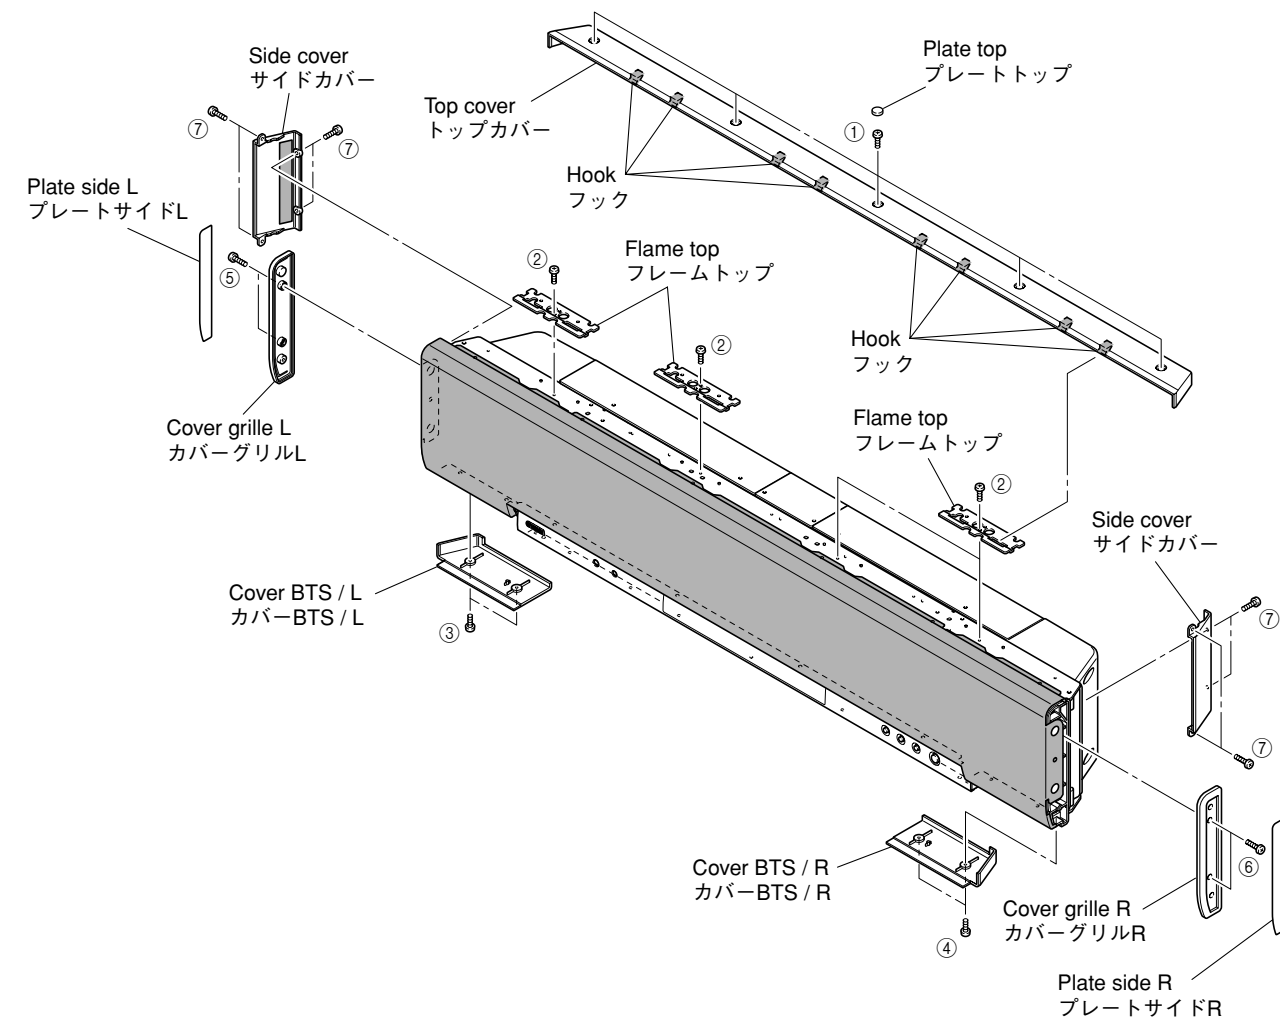

Fig. 1
- b. Lift up the rear of the top cover a little and after removing 8 hooks, remove it rearward. (Fig. 1)
- * To install the top cover, be sure to install 8 hooks at the front first and then install 5 screws (①). (Fig. 1)
- c. Remove 4 screws (②) and remove 4 top frames.
- d. Remove 2 screws (③) and then remove the cover BTS/L. (Fig. 1)
- e. Remove 2 screws (④) and then remove the cover BTS/R. (Fig. 1)
- f. Remove the plate side L. (Fig. 1)
- g. Remove the plate side R. (Fig. 1)
- h. Remove 2 screws (⑤) and then remove the cover grille L. (Fig. 1)
- i. Remove 2 screws (⑥) and then remove the cover grille R. (Fig. 1)
- j. Remove 8 screws (⑦) and remove 2 side covers. (Fig. 1)
- a. プレートトップを外し、①のネジ5本を外します。(Fig. 1)
- b. トップカバーの後ろを少し持ち上げ、フック8ヶ所を外し、後方へ取り外します。(Fig. 1)
- * トップカバーを取り付ける場合は、必ず前方のフック8ヶ所から取り付け、次に①のネジ5本を取り付けてください。(Fig. 1)
- c. ②のネジ4本を外し、フレームトップ4個を取り外します。
- d. ③のネジ2本を外し、カバーBTS/Lを取り外します。(Fig. 1)
- e. ④のネジ2本を外し、カバーBTS/Rを取り外します。(Fig. 1)
- f. プレートサイドRを取り外します。(Fig. 1)
- g. プレートサイドLを取り外します。(Fig. 1)
- h. ⑤のネジ2本を外し、カバーグリルLを取り外します。(Fig. 1)
- i. ⑥のネジ2本を外し、カバーグリルRを取り外します。(Fig. 1)
- j. ⑦のネジ8本を外し、サイドカバー2個を取り外します。(Fig. 1)